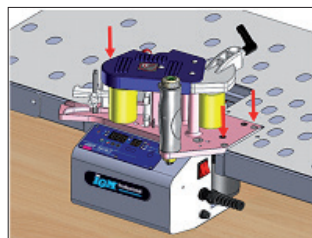

**Rys. 8**
- Stopka nogi podpierającej zasobnik posiada regulację wysokości, dzięki czemu można bez problemu ustawić tę samą wysokość jaką ma stół roboczy (Rys.8)